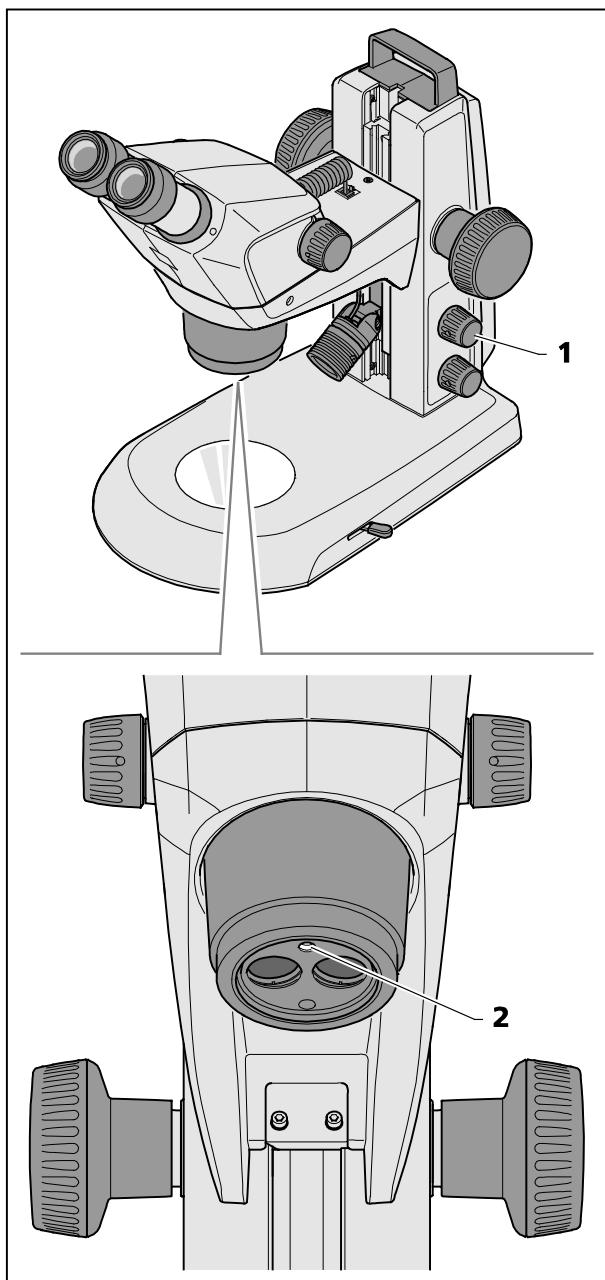

図 20 垂直照明の調整
- 回転ボタン（図 20/1）を1回押す毎に、垂直照明（図 20/2）のオン/オフが切り替わります。